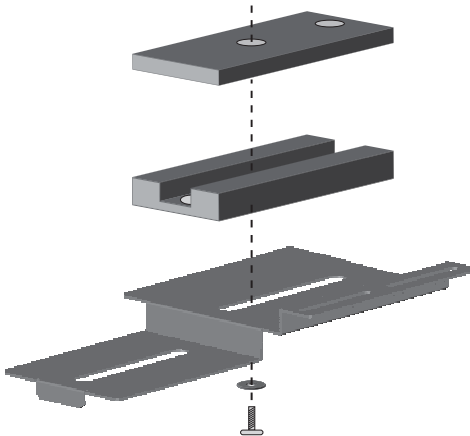

Bild 5.3 Abstandhalter zur Montage von Zoomobjektiv und Kamera
- Schieben Sie den Einsatz mit der Kamera und dem Objektiv dann in die Aussparung bei den Gehäusescharnieren (siehe *Bild 5.3*). Schieben Sie die gesamte Baugruppe nach vorne bis ca. 5 mm vor das Fenster. Stecken Sie die Schrauben in die dafür vorgesehenen Bohrungen, und ziehen Sie sie fest.